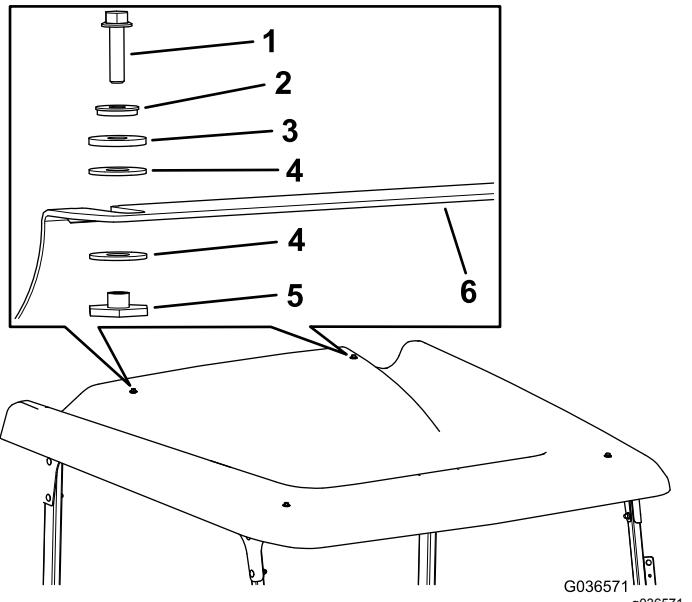

図 33
2. 後クロスリンクにサンシェードを取り付ける六角フランジボルト $\frac{1}{4} \times 1$  インチ2本、シーリングワッシャ2枚、フリクションワッシャ2枚、プラスチックワッシャ一枚、フランジブッシュ2個で固定する図 33。